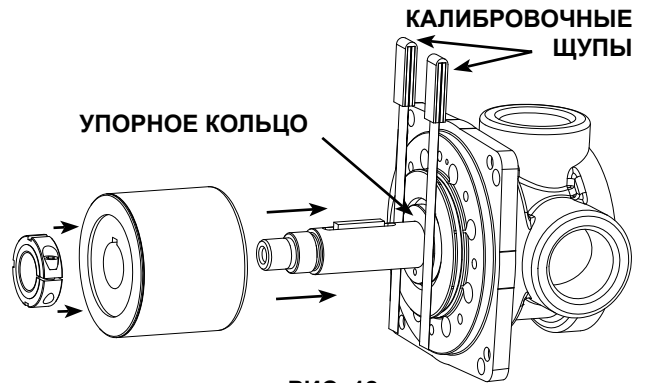

РИС. 12
- Установите два калибровочных щупа толщиной 0,001 дюйма (~0,025 мм) на каждой стороне вала, между упорным кольцом переходной плиты и упорным кольцом внутреннего магнита. См. Рис. 12. Такая операция обеспечит надлежащий зазор упорным кольцам. Затяните контргайку до момента, когда щупы окажутся плотно зажатыми, но при этом могут быть извлечены. Не удаляйте щупы на данном этапе.